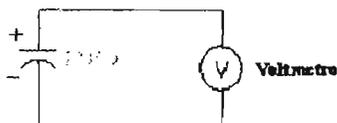

Figura 3.8
f) Desconecte el capacitor, teniendo cuidado de no tocar sus terminales y conéctelo a las terminales del multímetro según se muestra en la figura. 3.8